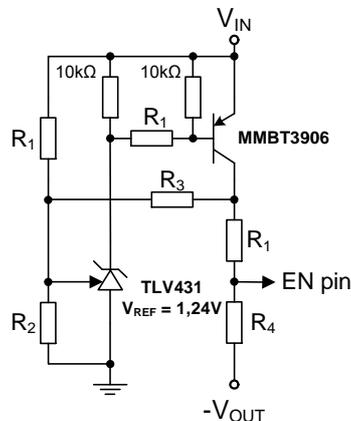

Abbildung 13: Schiebekomparator für Präzisions-UVLOs mit geregelter Hysterese
Bei einigen Anwendungen kann die große Hysterese zwischen dem steigenden UVLO-Einschaltgrenzwert (VEN) und dem fallenden Abschaltgrenzwert (VSD) von Vorteil sein, doch in den meisten Fällen beträgt die Differenz zwischen VEN und VSD weniger als 1 V. Wenn Sie eine kleine Hysterese erzielen möchten, benötigen Sie einen Schiebekomparator. Abbildung 13 zeigt einen beispielhaften Aufbau aus kostengünstigen Bauteilen.
- b. Zur Festlegung der Hysterese entsprechend unserer Definition in Abschnitt 4.8.1 entfernen Sie sowohl RENT als auch RENB. Bauen Sie die Schaltung aus Abbildung 13 unter Beachtung der berechneten Werte in einem kleinen Teilbereich der Lochrasterplatine auf und verbinden Sie sie dann über möglichst kurze Kabel mit den Knoten VIN, GND, -VOUT und EN der Demobaugruppe.